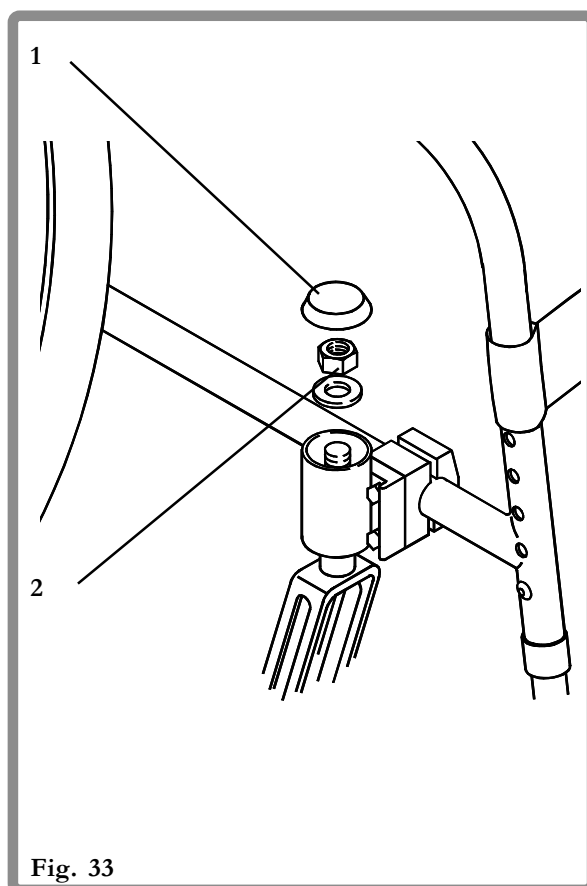

Fig. 33
For å justere dødgangen på svinghjulene (Fig. 33) tas støvhettene (1) av svinghjulsbrakettene.